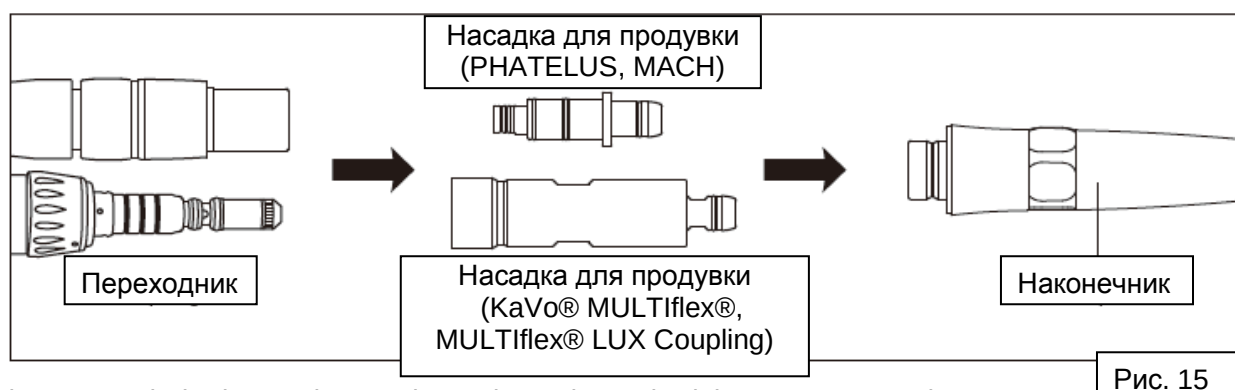

Рис. 15
- 4) Fit the supplied Blower Nozzle to the coupling and attach to the handpiece. Run idle with no water more than 5 sec. to clear lines (Fig. 15).
- 4) Установите насадку для продувки, входящую в комплект, на переходник и подсоедините ее к наконечнику. Для прочистки каналов запустите аппарат в режиме холостого хода без подачи воды в течение 5 сек. минимум. (Рис. 15).